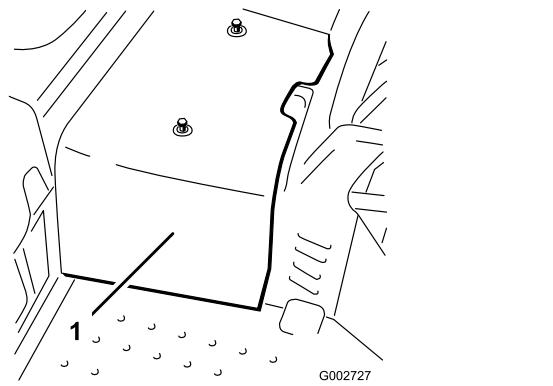

Figura 43
- Desaperte os dois parafusos que fixam o resguardo central à máquina e retire o resguardo (Figura 43).